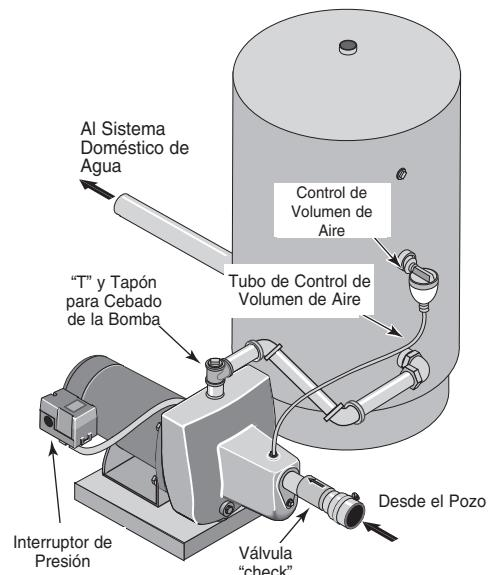

Figura 5: Conexiones para Tanque Estándar
CONEXIÓN PARA TANQUE ESTÁNDAR (Figura 5)
1. Instale una “T” en el puerto de descarga de la bomba (Figura 5).
3. Retire el tapón de la tubería de 1/8" de NPT del orificio del Control de Volumen de Aire (CVA) de la bomba (Vea la Figura 5). Instale una tubería desde el puerto de CVA (Vea la Figura 5) de la bomba hacia el puerto en el CVA montado en el tanque. Vea las instrucciones incluidas con el tanque y en el CVA, para tener más detalles.